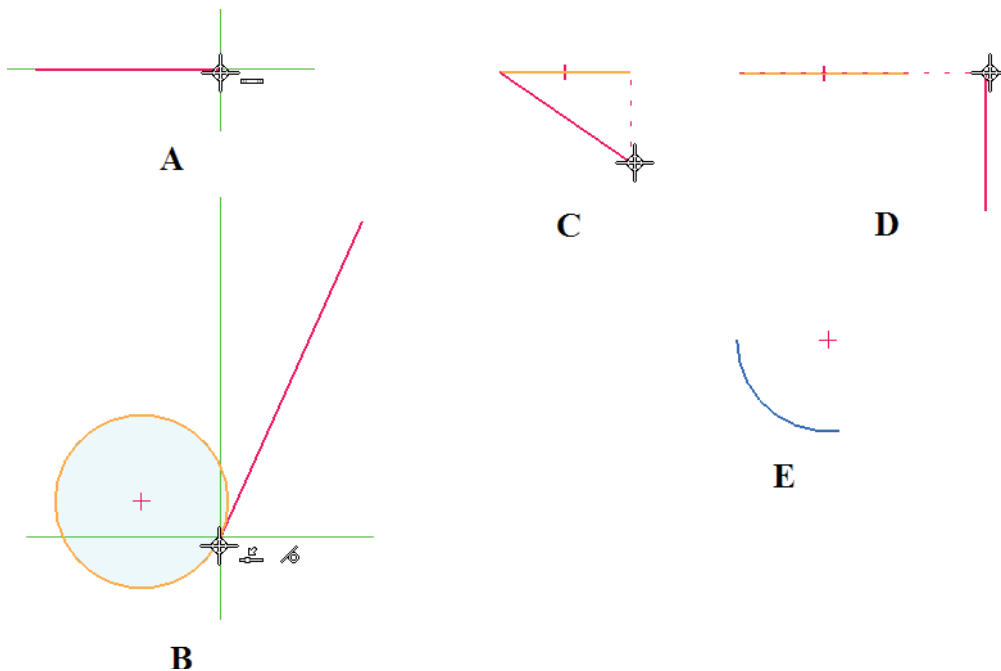

Рис. 2.2.6. Пример работы инструмента Intelli Sketch
Если Intelli Sketch распознает связь, то значок этой связи появляется рядом с курсором (рис. 2.2.6, А – значок связи **Горизонталь**). Одновременно может распознаваться одна или две связи, во втором случае рядом с курсором появятся два значка. Если в момент появления значка нажать ЛКМ, то соответствующая связь будет наложена на элемент. Например, при построении отрезка, касательного к окружности, Intelli Sketch распознает две связи – точку на элементе и касание (В). Intelli Sketch также показывает, что текущее положение курсора горизонтально (вертикально) относительно некоторой характерной точки (С – относительно конечной точки отрезка). Связь **Точка на элементе** распознается для отрезков или дуг и в том случае, когда курсор располагается не на самом элементе, а на линии его продолжения (D). Также Intelli Sketch отображает значок связи в точках центра дуг и окружностей, облегчая выбор характерных точек (Е).